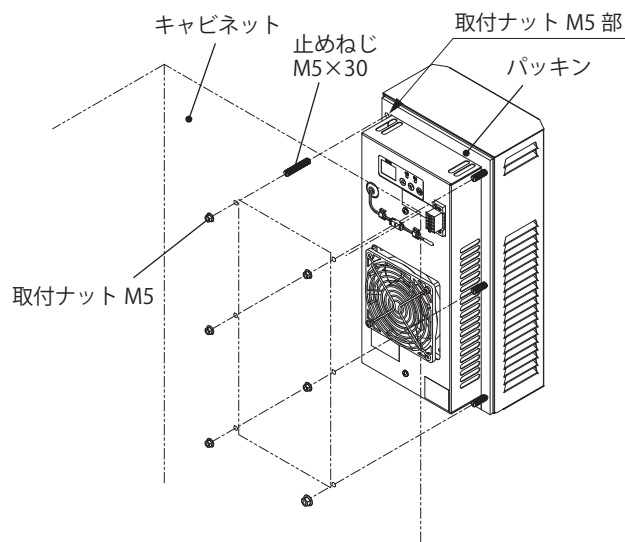

図 4 取付方法
- ・付属の止めねじ M5×30 を本製品の取付ナット M5 部に組み付け後、付属の取付ナット M5 によりキャビネットへ取り付けることもできます。(図 4)